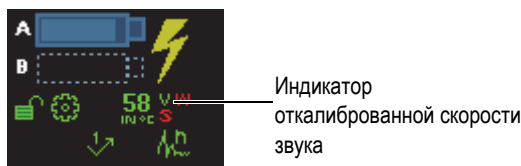

Рис. 5-5 Индикатор откалиброванной скорости (V)
- Скорость звука откалибрована. В верхнем левом углу экрана индикатор калибровки скорости (V) изменил цвет на зеленый (см. Рис. 5-5 на стр. 119).